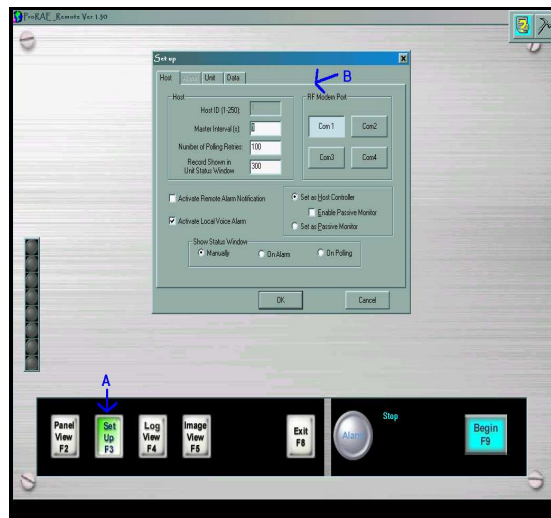

图 2. Set Up>>RF Modem Port. (A)按 F2 激活 ‘Set Up’ 对话框, (B)进行选择插入 RAE Link 的通讯端口。
5. **通讯端口：**在软件中选择与 RS232 电缆相同的通讯端口。此时 ProRAE Remote 进入 ‘Set Up’ (A)>> ‘Host’>> ‘RF Modem Port’ (B) (图 2, 页 2)。参阅 TN-170 详细的设置介绍以及使用 USB 端口。选取的通讯端口必须能正常工作且没有被其他程序占用。可以使用 RAE Systems 的通讯端口检查包（编号 #029-0005-000）检验通讯端口的功能，检查时只要按照检查包的程序的指示操作即可。